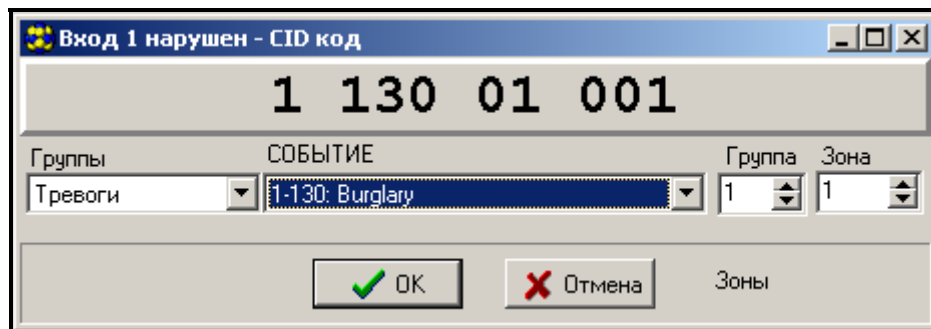

Рисунок 12. Генератор кодов CID.
- **CID (Contact ID)** – требует ввода информации, описывающей событие (колонки **КОД** – код события, **R** – нарушение, **Гр.** – группа, **№** – зона). Для этого можно использовать генератор кодов (см.: Рисунок 12), окно которого открывается после щелчка мышью по кнопке .